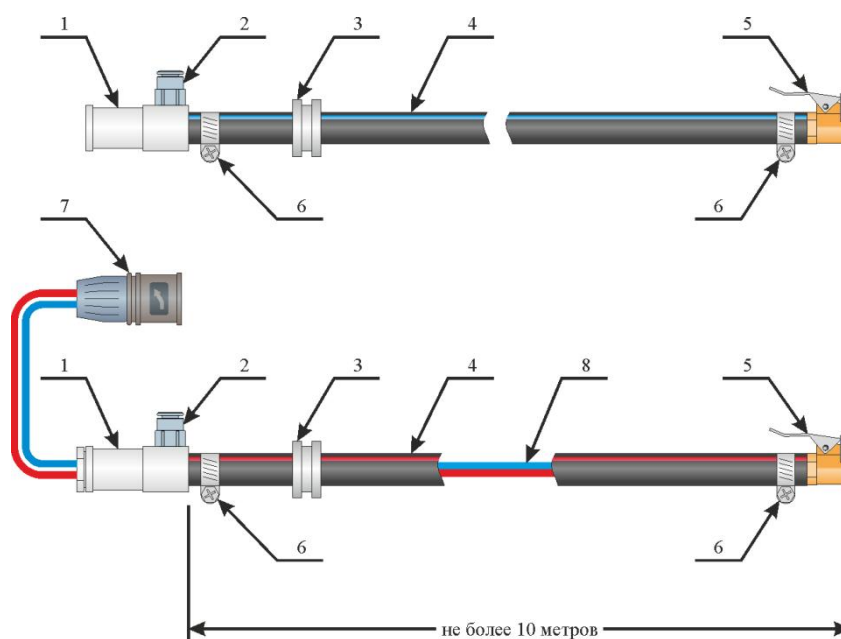

Рисунок 11. Выходной рукав: летний (вверху) и зимний (внизу)
5. Прислонить защитный лист к стене (по разметке) и, используя крепежные отверстия по периметру (см. рисунок 11), тяговыми заклепками $\varnothing 3.2 \times 10$ закрепить его на стене;